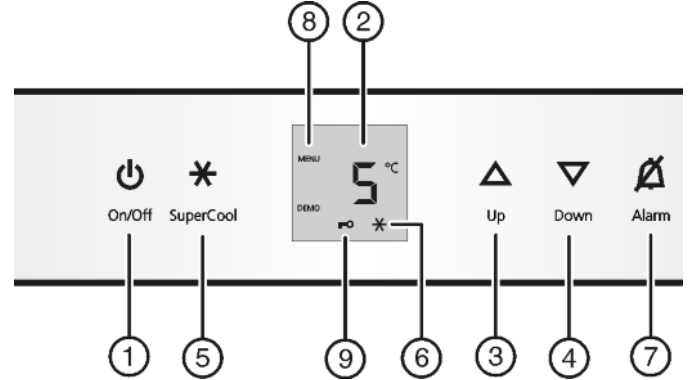

Fig. 2
- Açma/Kapama düğmesine Fig. 2 (1) basın.
- Ayarlama modunu devreye sokma: SuperCool düğmesini Fig. 2 (5) yakl. 5 sn. basılı tutun.
- ▷ Menü simgesi Fig. 2 (8) yanar.
- ▶ Onaylamak için SuperCool tuşuna *Fig. 2 (5)* kısaca basın. Göstergede **cl** görüntüleniyorsa:
- ▶ Çocuk kilidini açmak için SuperCool tuşuna *Fig. 2 (5)* kısaca basın.
- ▷ Çocuk kilidi simgesi *Fig. 2 (9)* yanar. Göstergede **c** yanıp söner. Göstergede **cl** görüntüleniyorsa:
- ▶ Çocuk kilidini kapatmak için SuperCool tuşuna *Fig. 2 (5)* kısaca basın.
- ▷ Çocuk kilidi simgesi *Fig. 2 (9)* söner. Göstergede **c** yanıp söner.
- ▶ Ayarlama modunu devre dışı bırakma: Açma/Kapama düğmesine *Fig. 2 (1)* basın.
- ▶ Alarm düğmesine *Fig. 2 (7)* basın.
- ▶ Sıcaklığı artırma: Yukarı ayarlama düğmesine *Fig. 2 (3)* basın.
- ▶ Sıcaklığı düşürme: Aşağı ayarlama düğmesine *Fig. 2 (4)* basın.
- ▶ SuperCool düğmesini *Fig. 2 (5)* kısa bir süre için basılı tutun.
- ▷ Göstergede SuperCool simgesi *Fig. 2 (6)* yanar.
- ▷ Göstergede SuperCool simgesi *Fig. 2 (6)* söner.